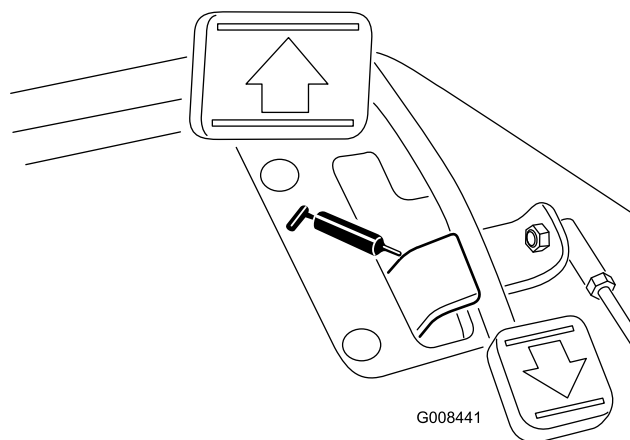

Figura 35
- Pedal de tracção articulado (1) (Figura 35)